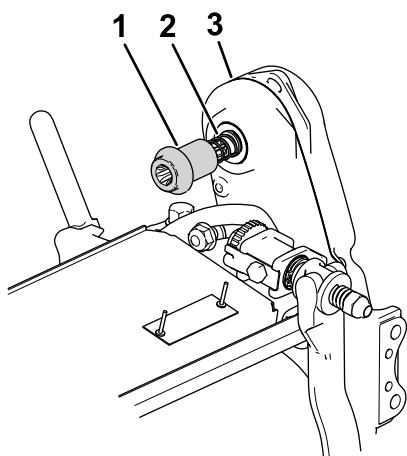

Figure 7
4. Montez le coupleur et le ressort sur l'entraînement de cylindre de l'unité de coupe (Figure 7).
5. Vérifiez que le coupleur (Figure 7) peut coulisser facilement sur l'arbre d'entraînement de la transmission